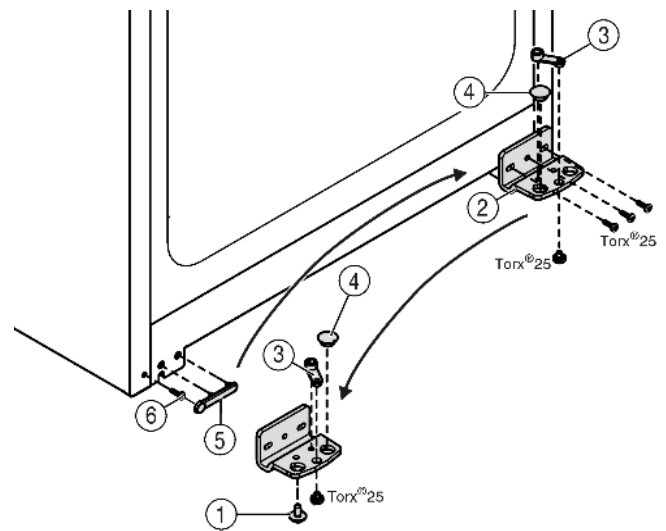

Fig. 5
- ▶ Lagerbock *Fig. 5 (2)* abschrauben.
- ▶ Lagerteil *Fig. 5 (3)* abschrauben und in das gegenüberliegende Aufnahmeloch des Lagerbocks umsetzen, wieder festschrauben.
- ▶ Stopfen *Fig. 5 (4)* aus dem Lagerbock herausnehmen und in das gegenüberliegende Aufnahmeloch des Lagerbocks umsetzen.
- ▶ Griffseitige Abdeckung *Fig. 5 (5)* vorsichtig abheben.
- ▶ Schraube *Fig. 5 (6)* herausdrehen und auf der Gegenseite wieder einsetzen.
- ▶ Abdeckung *Fig. 5 (5)* wieder aufsetzen.
- ▶ Lagerbock *Fig. 5 (2)* auf der neuen Scharnierseite **fest (mit 4 Nm)** ggf. mit Hilfe eines Akkuschaubers wieder festschrauben.